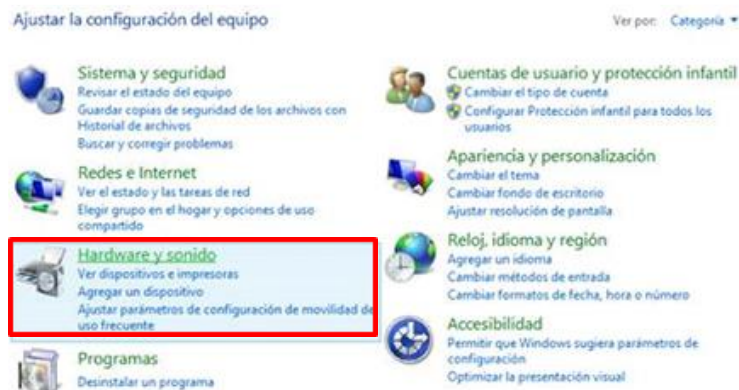

Figura 20 Dispositivos e Impresoras
- Una vez ingrese a panel de control, haga clic en el item Hardware y sonido, ver Figura 20.